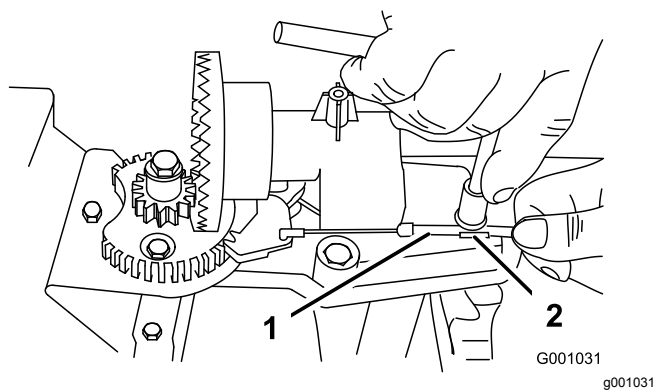
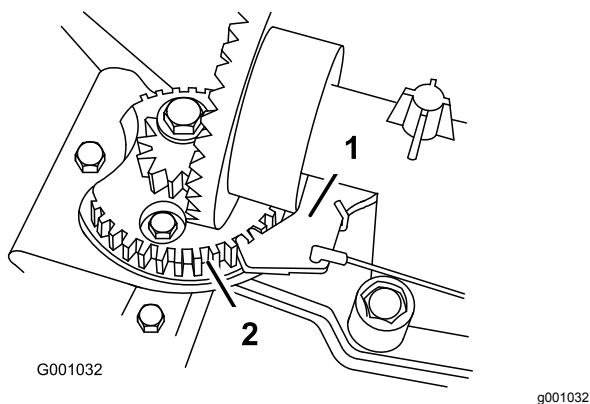

Figure 52
Figure 53
- Desserrez le boulon du serre-câble (Figure 52).
3. Saisissez la gaine du câble et déplacez-la vers l'avant de la machine jusqu'à ce que le cliquet de verrouillage de la goulotte d'éjection s'engage complètement dans les dents du secteur (Figure 52 et Figure 53).
**Remarque:** Le cliquet est rappelé par ressort et s'engage naturellement dans les dents du secteur (Figure 53).